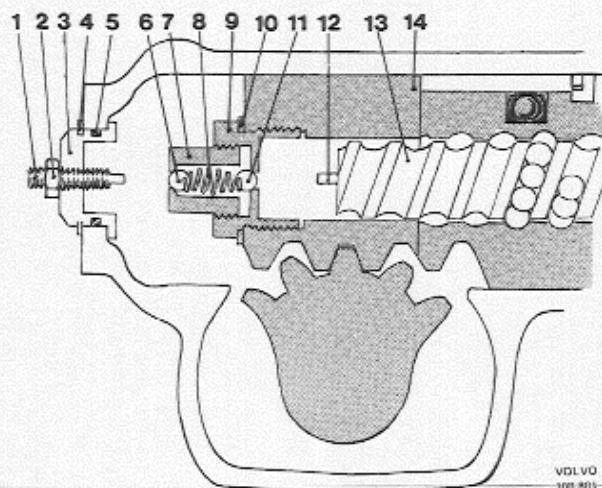

Abb. 114 Lenkbegrenzungsmechanismus
8. Inneren Ventil Sitz (9, Abb. 114) mit unterliegender Ausgleichscheibe (10) ursprünglicher Dicke in den Kraftkolben schrauben. Die Ausgleichscheibe bestimmt den Öffnungspunkt bei Rechtseinschlag und ist in den Dicken 1,9–3,1 mm mit 0,3 mm Abstufung vorhanden. Ventilkugel (11), neue Ventilfeder (8) sowie Ventilkugel (6) anbringen und den äußeren Ventil Sitz (7) aufschrauben.
9. Kolbenring (32) mit unterliegendem O-Ring (33) in die Radialnut der Laufbüchse (31) einfedern.
11. Die mit neuem O-Ring (5, Abb. 114) belegte Verschlusschraube (3) in das Gehäuse drehen und den Sicherungsring (4) einfedern.